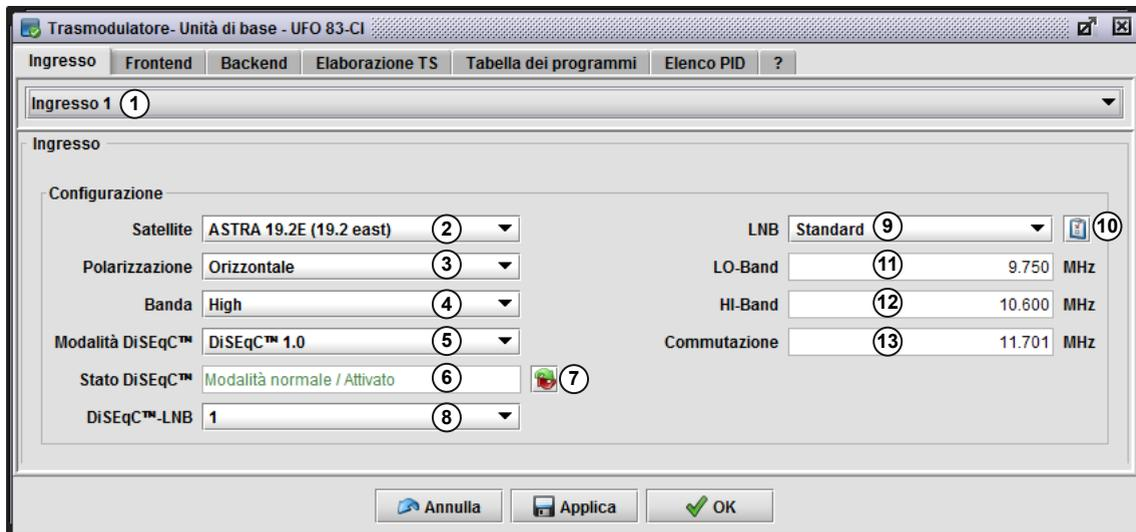

Fig. 27: Scheda **Ingresso** nella finestra di modifica del trasmodulatore, ingressi 1 – 4 (DVB-S)
- ① Vedere ① in Fig. 27, pag. 44.
- ② Standard di trasmissione del segnale presente sull'ingresso selezionato in ①. Per l'ingresso 5 sono disponibili gli standard **Cavo** e **Terrestre**.
- ③ Attiva la tensione di telealimentazione per l'antenna DVB-T (casella di controllo spuntata); disponibile solo se in ② è impostato **Terrestre**.